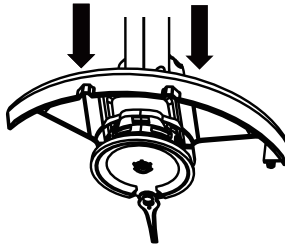

Fig. 3
- b.** Poussez la boucle centrale vers l'avant dans la direction indiquée jusqu'à ce que vous entendiez un clic, indiquant que l'installation est terminée. (Fig. 3)